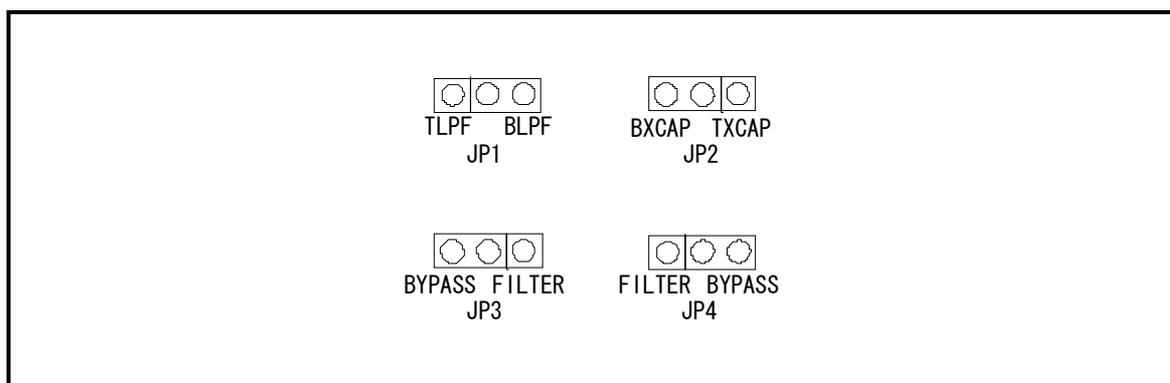

図 4.3 セルフチェック時のスイッチ設定
- ① エミュレーションポッド内のスイッチ設定を出荷時の設定(図 4.3参照)にしてください。
- ② ターゲットシステムが接続されている場合は、ターゲットシステムを外してください。
- ③ 電源投入後、2秒以内にPC4701フロントパネルのシステムリセットスイッチを押し、メンテナンス用の特殊モードに切り替えます。
- ④ “SAFE”のLEDが点滅開始するのを確認後、もう一度システムリセットスイッチを押してください。
- ⑤ セルフチェックを開始します。約2分で正常終了表示されればセルフチェック終了です。
- 本製品内部のスイッチが出荷時の設定(図 4.3参照)になっているかご確認ください。